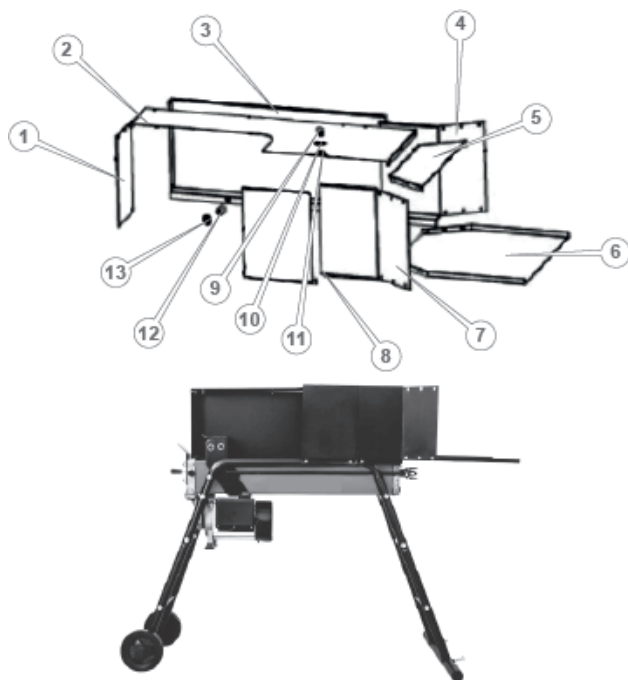

Рисунок 3. Схема послідовності встановлення огорож робочої зони моделі «ДК 15520мк».
- скласти та встановити для моделі «ДК 15520мк» сітчасті огорожі робочої зони з комплекту постачання у послідовності, наведеній на рис. 3.